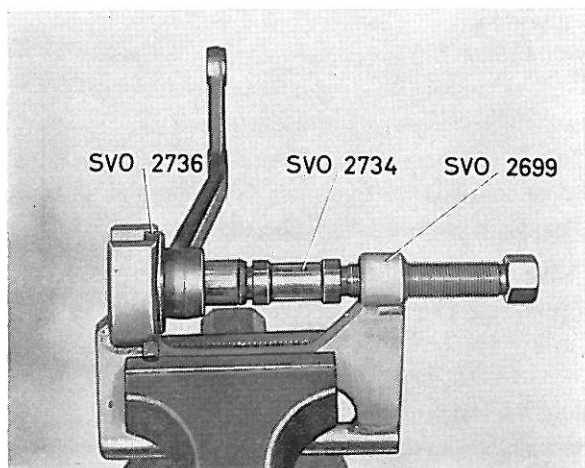

Figure 65. Démontage des bagues
3. Bien fixer l'outil-presse SVO 2699 dans un étau et extraire la bague en se servant de l'outil d'appui SVO 2736 et du mandrin SVO 2734 (figure 65).